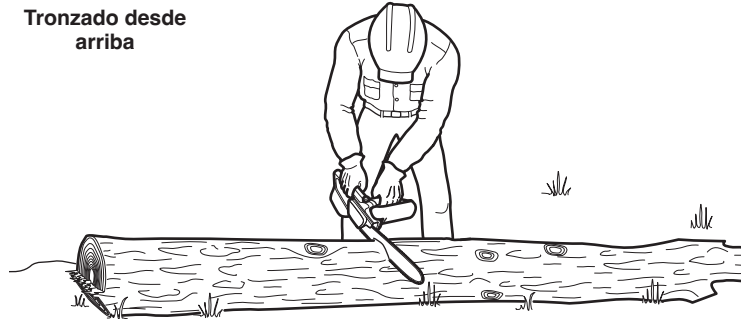

Fig. 19
Cuando los troncos están sostenidos en toda su longitud, se debe tener cuidado adicional para que la cadena de la sierra no entre en contacto con el suelo u otra estructura de apoyo (Fig. 19).
- Comience a cortar el tronco desde arriba, con la parte inferior de la cadena de la sierra contra la parte superior del tronco (Fig. 19).